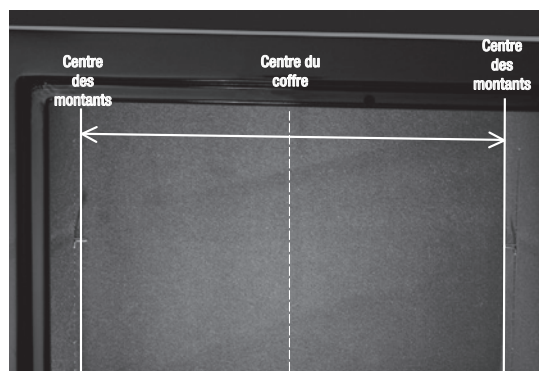

Figure 4. Mesure soigneusement la distance entre les centres des montants dans votre maison
3 Marquez la médiane de l'intérieur du coffre. Mesurez la distance depuis la médiane du montant jusqu'au centre de chaque montant. Mesurez depuis la médiane à l'intérieur de votre coffre la même distance pour situer les deux médianes de montants à l'intérieur du coffre (Figure 4).
- Percez à 5.08cm depuis le dessus du coffre sur chacun des centres des montants (Figure 4). Marquez les endroits à l'intérieur du coffre à l'aide d'un marqueur. À l'aide d'un canif, découpez un « X » de 5.08cm x 5.08cm dans la moquette aux endroits marqués.